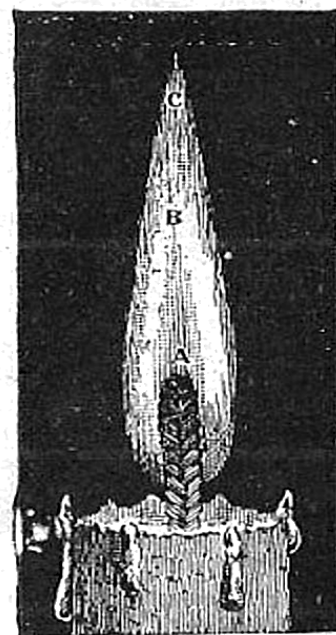

Fig. 72. — Flamme d'une bougie : A, cône obscur ; B, cône lumineux ; C, enveloppe externe chaude.
5. Bougies. — Du suif, on retire l'*acide stéarique* avec lequel on fabrique des *bougies*. Cet acide est fondu et coulé dans des moules traversés par une mèche de coton tressée et imprégnée d'acide borique. Les bougies (*fig. 72*) donnent une flamme éclairante et salissent moins que les chandelles, mais elles sont un mode d'éclairage coûteux.